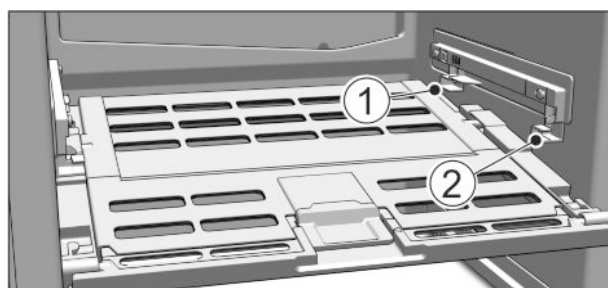

Fig. 62
- ▶ Wkładanie pokrywy Fruit & Vegetable-Safe: Ramiona pokrywy wprowadzić od dołu do tylnego uchwytu Fig. 62 (1) i zająć z przodu w uchwycie Fig. 62 (2).